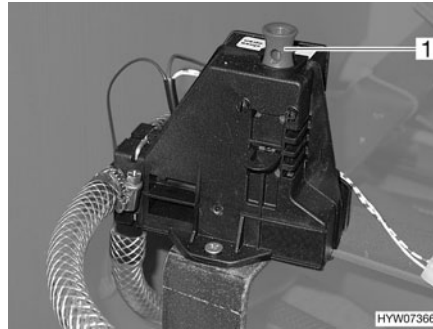

Fig. 170 Válvula de seguridad/purga de la caldera
La caldera está equipada con una válvula de seguridad/purga (Fig. 170). La válvula de seguridad/purga evita que el agua de la caldera se congele cuando no esté conectada la calefacción en caso de helada.
- Cerrar la válvula de seguridad/purga. Para ello, tirar hacia arriba del interruptor de asidero (Fig. 170,1).
- Abrir la válvula de seguridad/purga. Para ello, presionar hacia abajo el interruptor de tirador (Fig. 170,1). La caldera se vacía hacia fuera a través de la válvula de seguridad/purga.